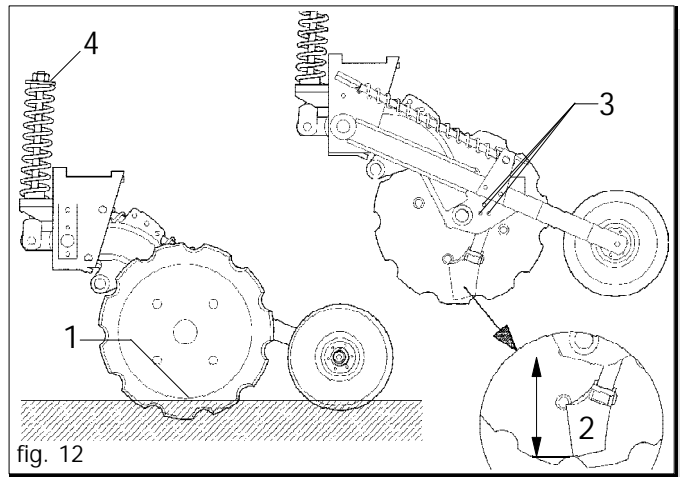

fig. 12
Die Tiefe der Saateingabe ist dann korrekt eingestellt, wenn der Ballast auf der Seite der Scheibe auf dem Boden aufliegt (1 Abb.12).
- Änderung der **Stellung zwischen Sech und Durchfurcherscheibe** durch Einwirken auf die Sech-Befestigungsschrauben (Abb.12, Punkt 3) und verschieben bis die gewünschte höhe erreicht wird ( Abb.12, Punkt 2 ).
**WICHTIG !** : Das Sechende darf nie niedriger eingestellt sein als die Einschnitte am Scheibenrand zwischen den Zähnen (siehe Abb. 12). Beim Festziehen der Schrauben ist aufzupassen, daß diese gleichmäßig festgezogen werden, damit die Schneidfläche des Kolters perfekt am Eggenteller anliegt, ohne die Drehung zu behindern.
- Eventuell alle Trimmungsfedern durch die Mutter (4 fig. 12) einstellen bis die Position im Punkt (3) beschrieben, erreicht wird.